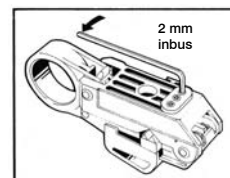

Figure 20
D. Einstellung der Justierschrauben. Drehen Sie die Schrauben mit dem Imbusschlüssel bis Sie Kontakt zum Justierblock haben (siehe Abb. 20). Öffnen Sie das Werkzeug und entfernen Sie den Justierblock. Setzen Sie die gewünschte Messerkassette ein. Das Abisolierwerkzeug ist jetzt betriebsbereit